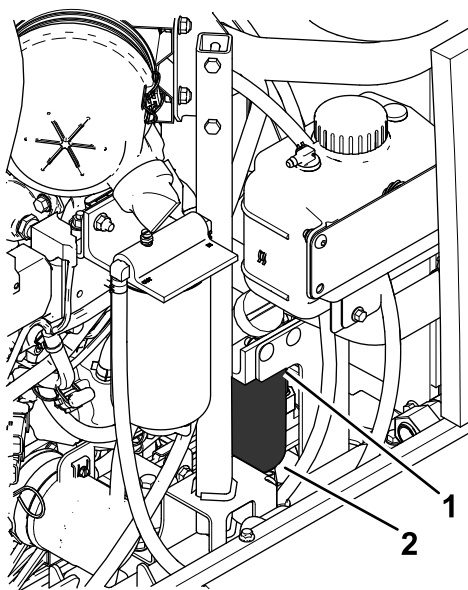

Figura 44
1. Limpie la zona alrededor de la cabeza del filtro de combustible (Figura 44).
2. Retire el filtro y limpie la superficie de montaje de la cabeza del filtro (Figura 44).